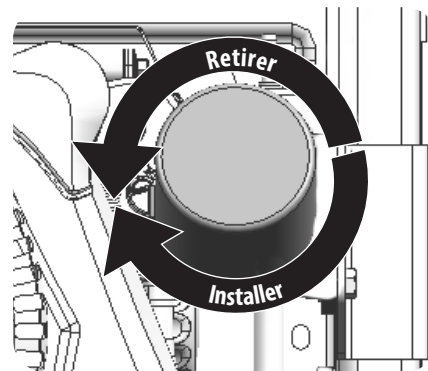

Figure 4-5
- Le filtre à huile se trouve sur le support du filtre à huile sous l'aile droite. Voir Figure 4-5.